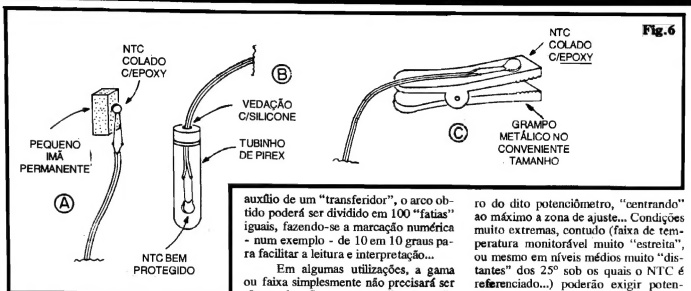

Fig. 6
- **FIG. 6 - "AGASALHANDO" & FIXANDO O SENSOR...** - Dependendo diretamente de "onde" o sensor (NTC) vai trabalhar, diversos tipos de proteção ou fixação poderão ser necessários... A figura dá algumas sugestões, servindo de base ao raciocínio do montador/instalador... Na prática, contudo, Vocês terão que "se virar", in loco, pois cada caso é um